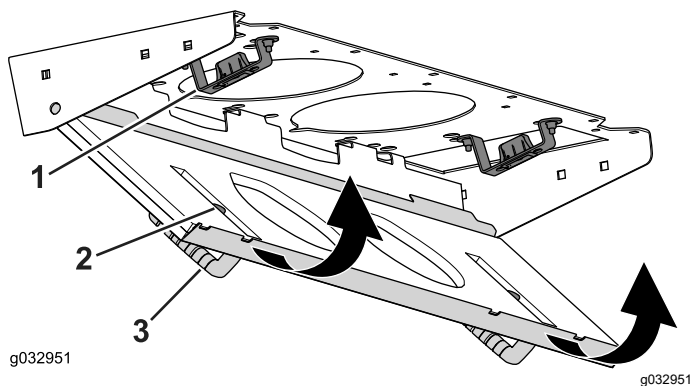

Figura 132
4. Rode o painel de filtro em volta das patilhas até que a lingueta entre no conjunto de montagem do trinco (Figura 132).